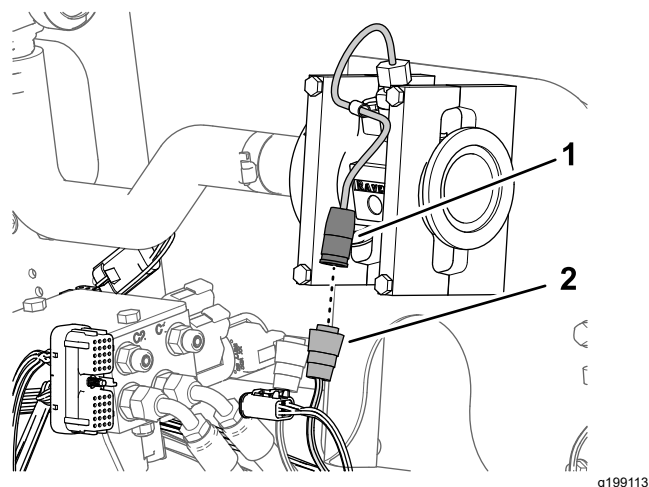

Figura 87
1. Conecte el conector hembra de 3 vías de la rama de 89 cm (35") del arnés de fumigación del kit marcado FLOW METER al conector de 3 pines del caudalímetro (Figura 87).